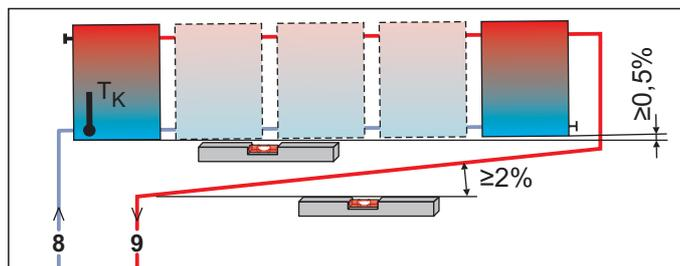
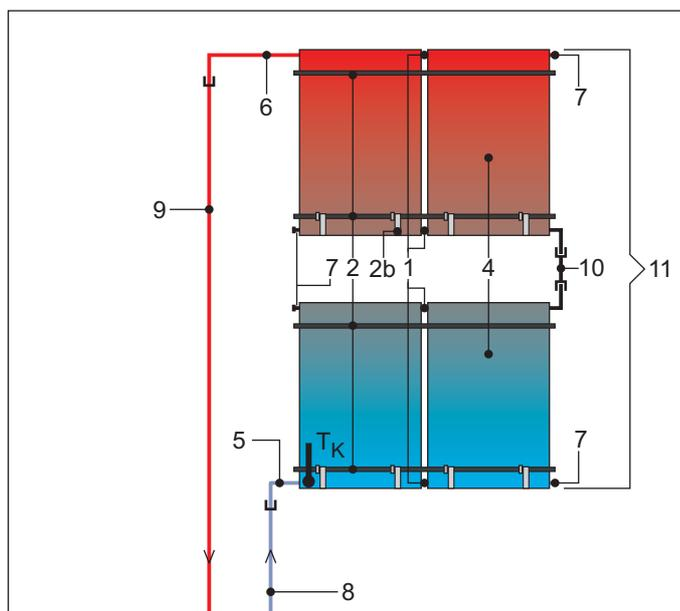
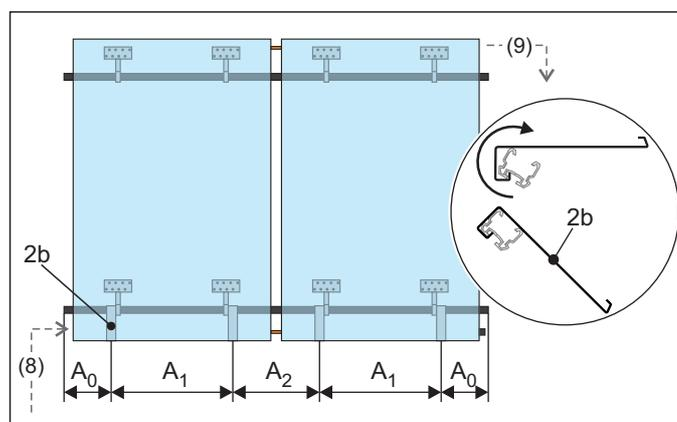

Fig. 4-1 Groupe de capteurs solaires raccordé en alternance (recommandé)
Fig. 4-3 Disposition alternative des capteurs
Fig. 4-8 Étape 1 : alignement des crochets de sécurité (Légende, voir tab. 4-1, dimensions, voir tab. 4-3)
En alternative au montage unique en parallèle des capteurs décrit dans ce manuel, il est possible aussi si nécessaire de monter 3 rangées de capteurs maximum au-dessus l'une de l'autre. Les capteurs ou groupes de capteurs disposés l'un au-dessus de l'autre doivent être raccordés en série (fig. 4-3).
Tab. 4-1 Légende sur les fig. 4-1 à fig. 4-3 et la fig. 4-8
- La conduite de raccordement de départ (VA15 solaire) doit être raccordée en haut et la conduite de raccordement de retour (VA18 solaire) en bas sur le capteur (voir fig. 4-1 à fig. 4-3 et fig. 4-8).
Les crochets de sécurité peuvent être déplacés en direction latérale après avoir été suspendus (voir fig. 4-8 et tab. 4-3).